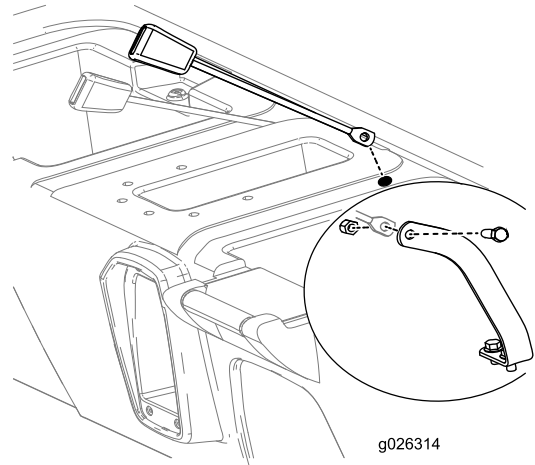

Figure 10
- Insérez le côté de montage du côté boucle de chaque ceinture de sécurité dans l'un des trous que vous venez de percer dans la base du siège (Figure 10).
- Fixez le côté récepteur de chaque ceinture de sécurité à chaque ancrage au moyen d'un boulon (7/16") et d'un écrou (7/16"), comme montré à la Figure 10.